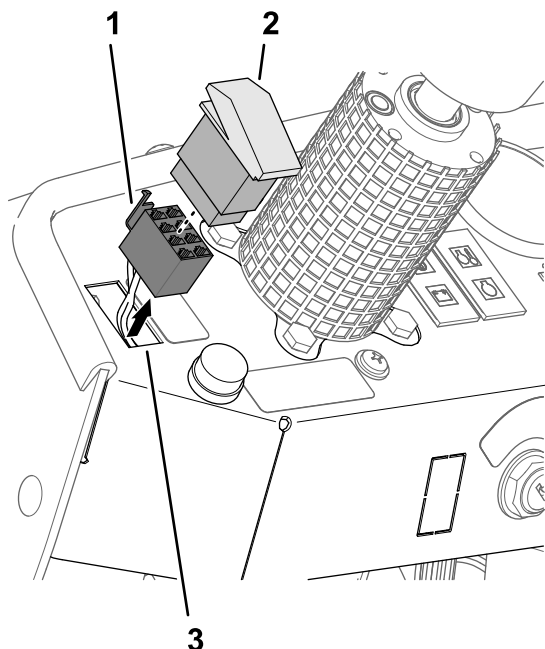

Figure 28
1. Déposez le commutateur d'éclairage de la planche de bord (Figure 28).
2. Débranchez le connecteur à 8 douilles étiqueté HEADLIGHT SWITCH du commutateur d'éclairage (Figure 28).